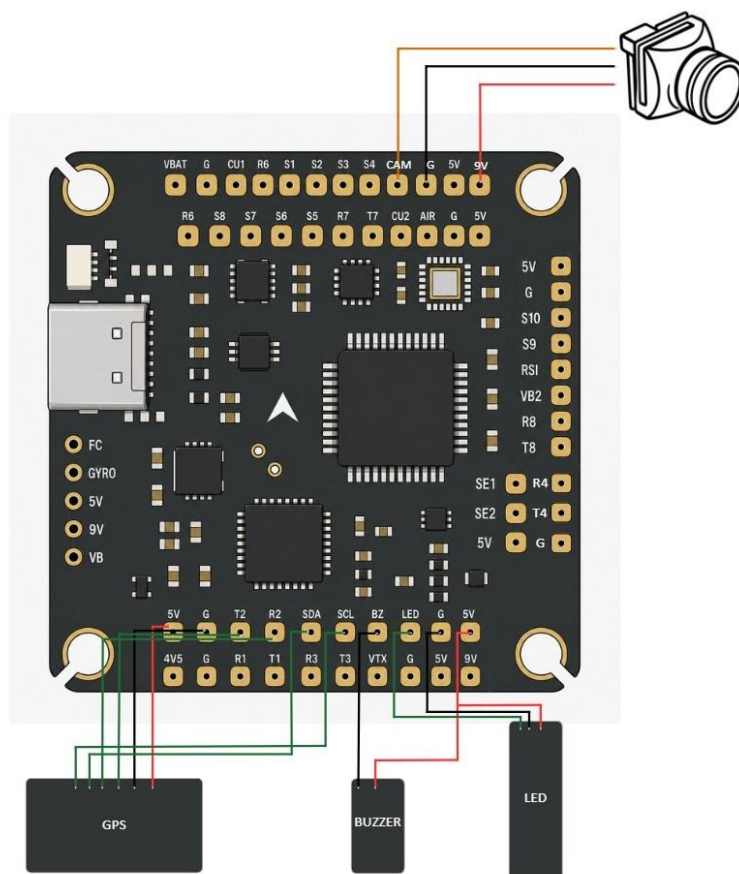

Fig.2. Diagrama de cableado (pads)
El FC dispone de 8 puertos UART. La distribución de los pads es la siguiente (véase la Fig. 2):
- UART 2 (GPS): Conecte aquí su módulo GPS, como se muestra en la Fig. 2. Una el TX del GPS con R2 y el RX del GPS con T2. Utilice los pads 5V y G para la alimentación.
- Cámara: Conecte el cable de señal de la cámara al pad CAM, la masa a G y la alimentación al pad 9V (véase la Fig. 2). Compruebe la tensión de alimentación de su cámara antes de elegir entre los pads 5V y 9V.